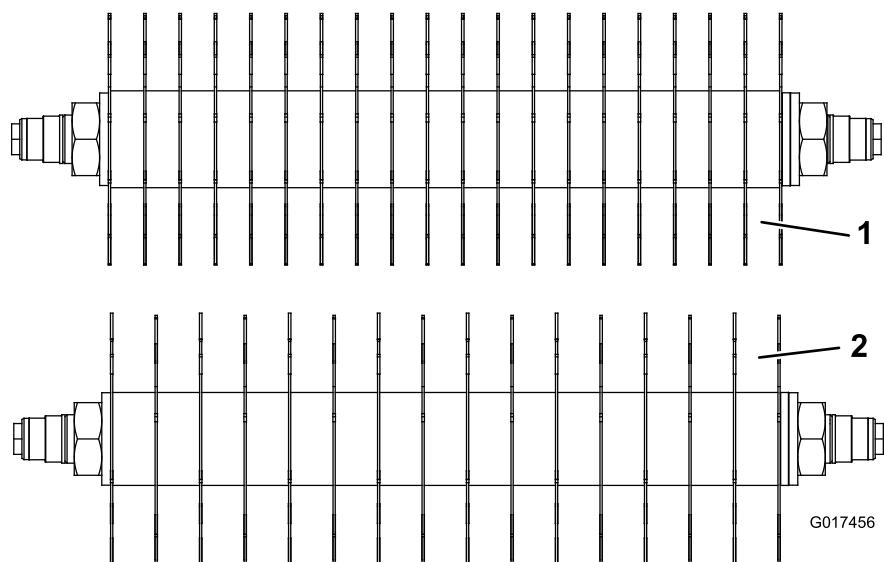

Figura 14
Para alterar a configuração da unidade de corte vertical do espaçamento standard de 3,2 cm (1,25 pol.) para o espaçamento de 2,54 cm (1 pol.) são necessários (19) novos espaçadores, peça número 93-3092 e (4) lâminas de carboneto adicionais, peça número 106-8625 ou (4) lâminas regulares adicionais, peça número 93-3038 (Figura 14).